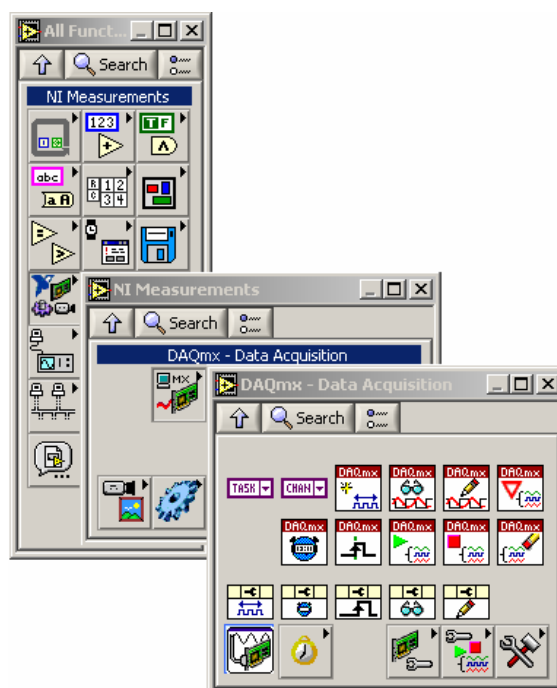

Fig.I.5. Subpaleta NI Measurements din paleta Functions cu detalii privind DAQmx – Data Acquisition
**NOTĂ.** La instalarea software a modulului, conform pasului 1, în paleta de funcții a **LabVIEW** se instalează o subpaletă suplimentară – denumită **NI Measurements** – în care sunt plasate o serie de primitive folosite la configurarea ulterioară a modulului în aplicații. Pentru exemplificare, în fig.I.5 se prezintă această subpaletă din care s-a